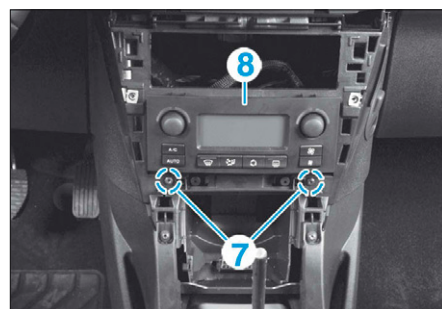

FIG. 24
- Déposer les vis (7) (Fig.24).
- Extraire le panneau de commande (8) de son logement et débrancher ses connecteurs.